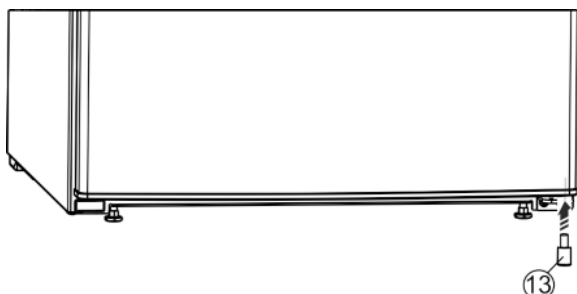

Fig. 8
- ▶ Razmačnik Fig. 8 (13) ponovno umetnite desno dolje u vrata jer je on važan za stabilnost uređaja.